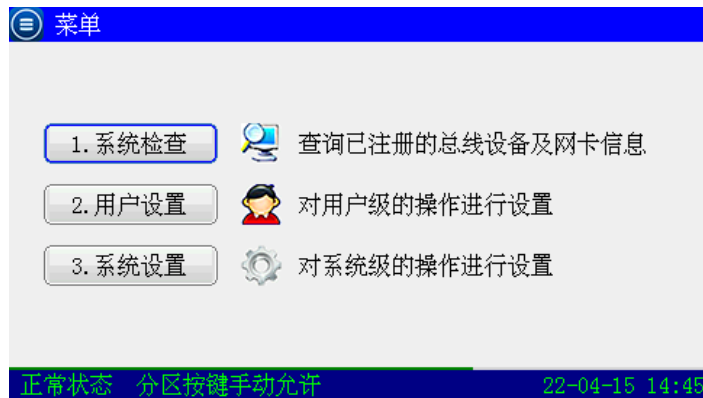
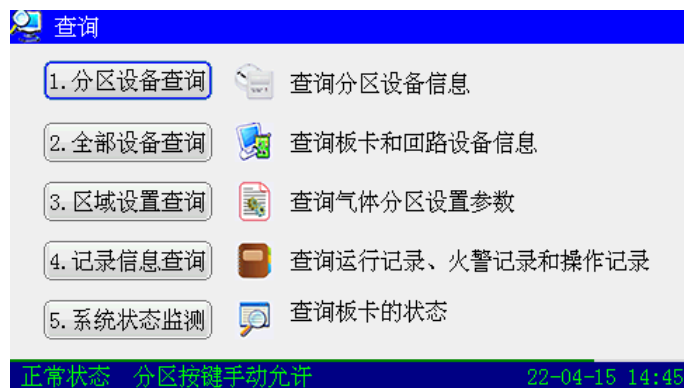
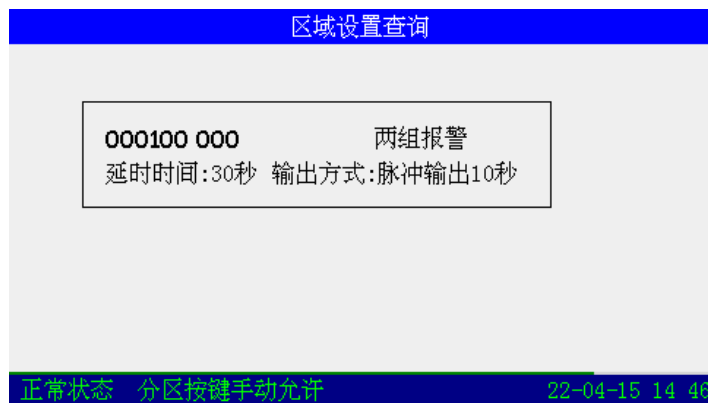
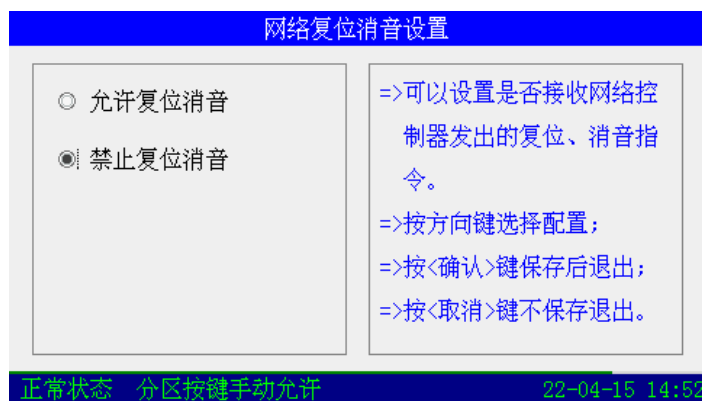

图7-15
图7-16
图7-19
图7-22
在“菜单”界面(如图7-15), 选中“1.系统检查”, 进入“查询”界面(如图7-16)。
在“查询”界面(如图7-16)下, 选中“4.记录信息查询”选项, 进入“记录信息查询”界面(如图7-17), 分别选择按下【▶】、【◀】、【▼】、【▲】可进入全部记录、火警记录、操作记录的信息检查界面。如图7-17所示的界面为全部记录检查界面。
在“查询”界面（如图7-16）下，选中“2.全部设备查询”选项，进入到“设备检查”界面（如图7-18）。**系统设备**信息界面包括：注册设备总数、注册设备编码点、注册设备类型及相关注释信息。
在“查询”界面（如图7-16）下，选中“3.区域设置查询”，进入“区域设置查询”界面（如图7-19），包括：区域编码、区域工作状态、气体输出方式、区域工作模式。
- 按 QKPH 【菜单】键，液晶屏会显示如图7-15所示界面；
- 采用联网消防联动控制器进行消音，消音操作前应将 QKPH 设置为允许网络复位消音方式，设置方法为：按下 QKPH 面板【菜单】键，进入“3. 系统设置”界面（图7-15），再按【▶】、【◀】、【▼】、【▲】键选择“3. 网络设置”，再按【▶】、【◀】、【▼】、【▲】键选择“2. 复位消音设置”，液晶屏显示如图7-22所示的界面，按【▶】、【◀】、【▼】、【▲】键选择“允许复位消音”，即设置 QKPH 为允许网络复位消音方式。